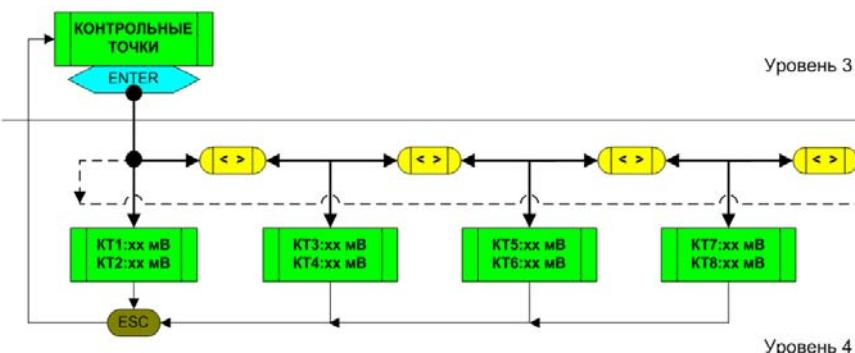

Рис. 3.3. Структурная схема раздела «КОНТРОЛЬНЫЕ ТОЧКИ» системного меню ПУ
На рис. 3.3. изображена структурная схема раздела «КОНТРОЛЬНЫЕ ТОЧКИ», включающая 3 и 4-й уровни системного меню.
- 3.2.3.3. При минимальной чувствительности (коэффициенте усиления в тракте обработки) оценить уровень сигналов в различных контрольных точках платы БЭ. Для этого с помощью клавиш «ESC» и «→» из раздела «TEST» перейти в раздел «КОНТРОЛЬНЫЕ ТОЧКИ» (рис. 3.3.). Нажав «ENTER», перейти в подраздел «KT1, KT2», далее с помощью клавиш «→» или «←» наблюдать за другими подразделами («KT3»...«KT8»). На ЖК-индикаторе в течение 1...2 минут наблюдать сменяющиеся с каждым измерительным циклом (3 с) показания максимальных (по модулю) значений сигналов за это время, выраженные в мВ. Если БЭ функционирует в нормальном (штатном) режиме, то эти значения не должны выходить за пределы измерений, представленные в табл. 3.1.
2. Частота механического отклика С3 на ветровую помеху незначительно, но все же зависит от скорости ветра и направления. Поэтому при измерении и дальнейшем усреднении результатов рекомендуется выбирать наиболее сильные порывы ветра и направление, перпендикулярное линии распространения С3. Такие порывы приводят к возникновению наибольших помеховых сигналов, которые можно контролировать в подразделе «КТ5» раздела «КОНТРОЛЬНЫЕ ТОЧКИ» (рис. 3.3.).